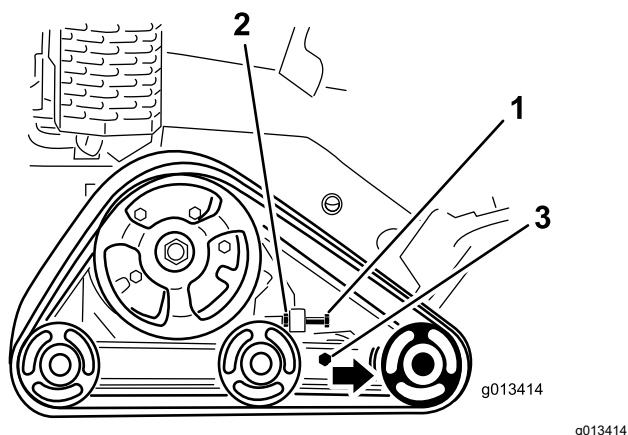

Figure 43
3. Desserrez l'écrou de blocage sur le boulon de réglage de tension de la chenille et les boulons de serrage du bras de tension (Figure 43).
4. Serrez le boulon de réglage de tension à un couple de 32,5 à 40 N·m pour tendre la chenille (Figure 43).
4. Desserrez le boulon de réglage de tension et l'écrou de blocage (Figure 43).
5. Desserrez les boulons de serrage (Figure 43).